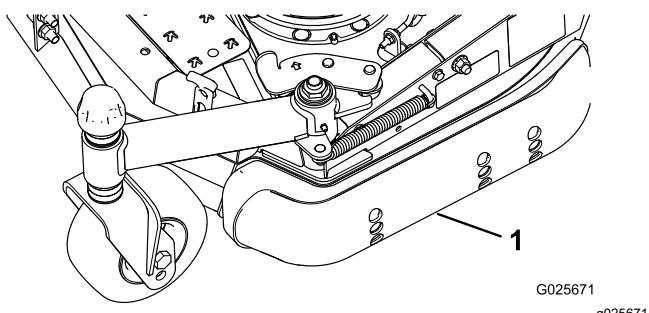

Figure 6
- Desserrez la vis à l'avant de chaque patin (Figure 6).